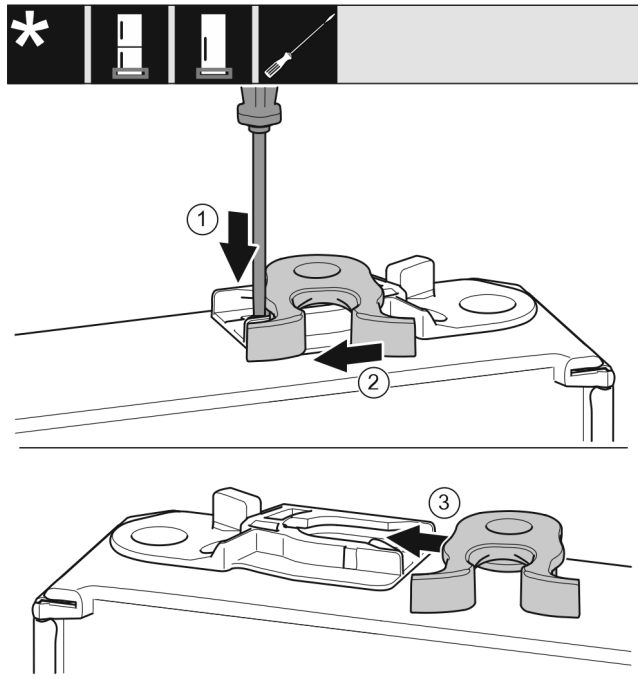

Fig. 16
- ▶ Tryk låsken ned med den flade skruetrækker. Fig. 16 (1)
- ▶ Træk låsekroge ud af føringen. Fig. 16 (2)
- ▶ Skub lukkeanordningen ind i føringen i den anden side. Fig. 16 (3)